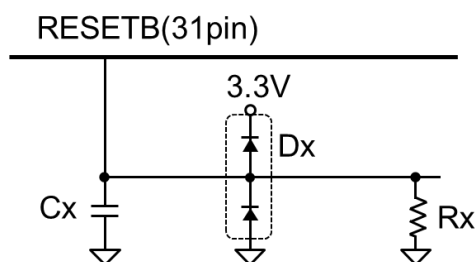

Figure 2-5 RESETB 端子外付け回路例
- RESETB 端子の外付け回路例を Figure 2-5 に、その回路定数例を Table 2-2 に示します。